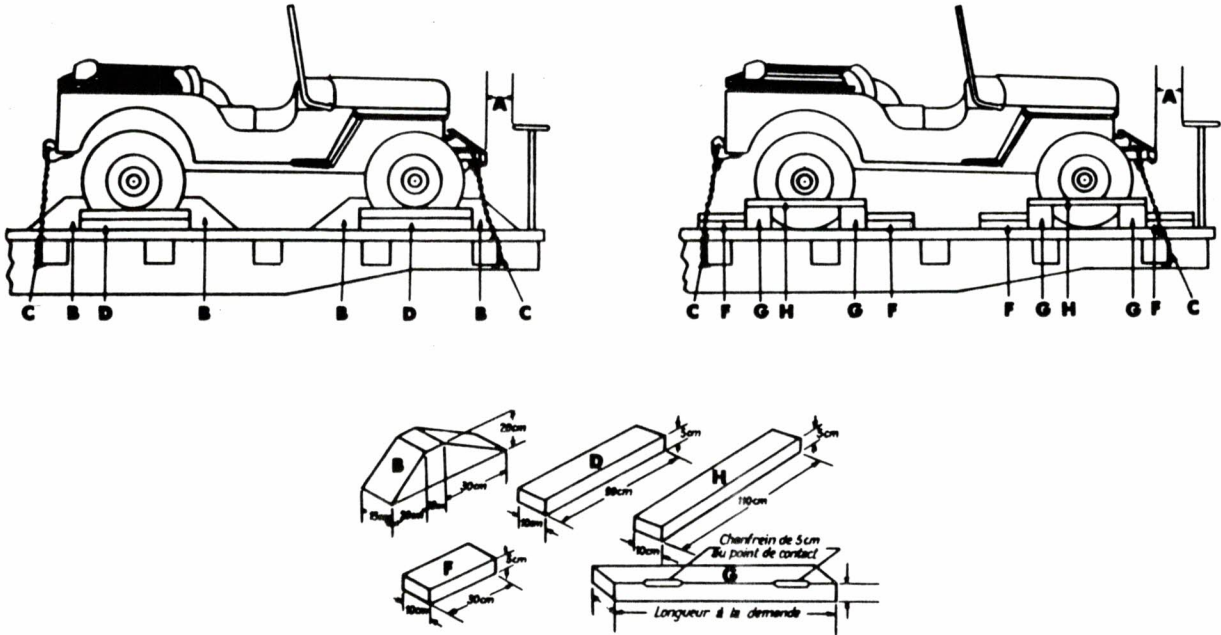

Figure 95. — Calage et arrimage du véhicule en vue de son expédition par voie ferrée
1) *Première méthode (fig. 95).*
2) *Deuxième méthode* (fig. 95).